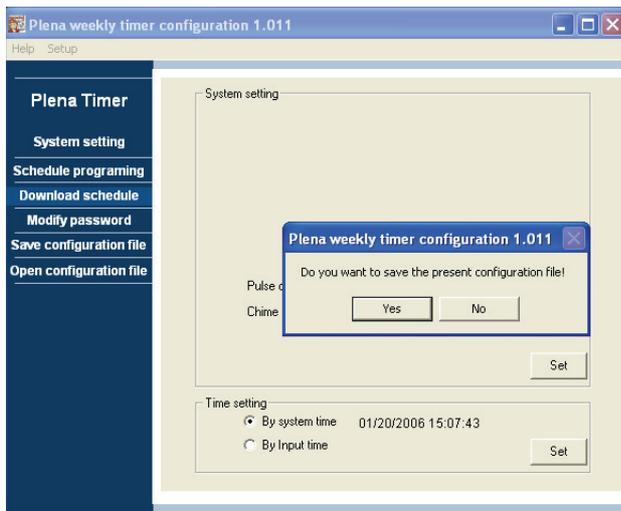

figura 8.18: Finestra di dialogo per lo scaricamento del piano operativo
- 1 Dal menu principale, fare clic sul pulsante Download schedule. Compare la seguente finestra di dialogo (vedere la figura 8.18).